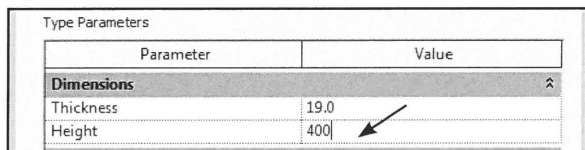

Fig. 03.33. Ret højden til 400 mm.
- Ændre højden til 400 mm (Fig. 03.33).